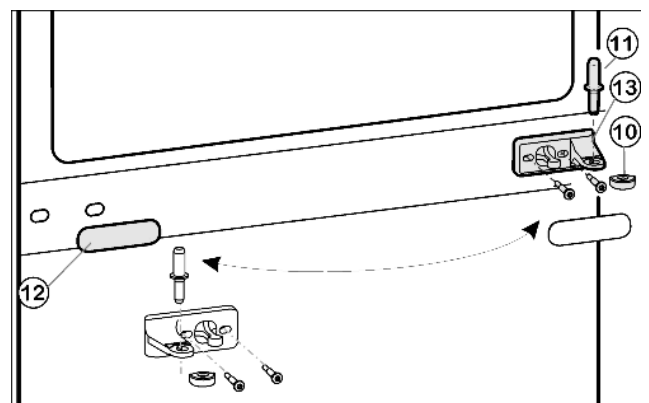
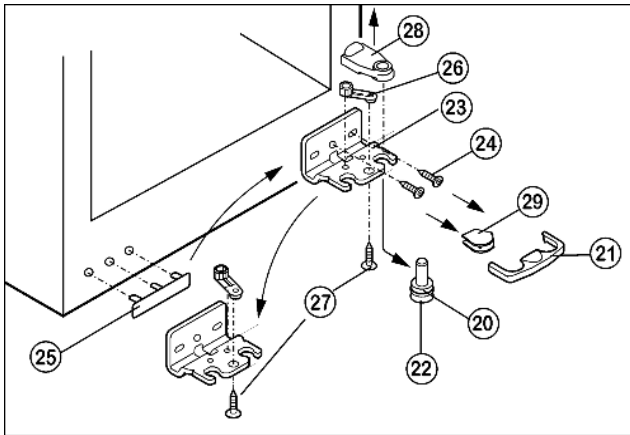

Fig. 5
Fig. 6
- ▶ Пластмассовый колпачок Fig. 5 (10) снимите.
- ▶ Вытащите из опорного кронштейна и нижней дверцы средний опорный палец Fig. 5 (11).
- ▶ Осторожно снимите накладку Fig. 5 (12).
- ▶ Открутите средний опорный кронштейн Fig. 5 (13) и переставьте его с поворотом на 180° на новую сторону шарнира.
- ▶ Снова защелкните накладку Fig. 5 (12) на стороне, где теперь будет ручка.
- ▶ Нижнюю крышку Fig. 6 (21) снимите движением вперед.
- ▶ Нижнюю крышку Fig. 6 (29) снимите.*
- ▶ Снимите крышку Fig. 6 (28) вверх.*
- ▶ Полностью вверните регулируемую опору Fig. 6 (22).
- ▶ Вытяните опорный палец Fig. 6 (22) вниз и вперед. При этом следите за гнездом шарнира Fig. 6 (20).
- ▶ Открутите опорный кронштейн Fig. 6 (23) (2 шт. Torx 25) Fig. 6 (24).
- ▶ Открутите опорную деталь Fig. 6 (26) (1 Torx 25) Fig. 6 (27) и, переставив в отверстие на противоположной стороне опорного кронштейна, снова прикрутите.
- ▶ Осторожно приподнимите и переставьте крышку Fig. 6 (25) со стороны ручки.
- ▶ Снова прикрутите опорный кронштейн Fig. 6 (23) на новой стороне шарнира, при необходимости с помощью аккумуляторного шуруповерта через внешний продольный паз и круглое отверстие.
- ▶ Снова слегка наклоните устройство назад и переставьте опорный палец Fig. 6 (22).
- ▶ Установите нижнюю дверцу сверху на нижний опорный палец Fig. 6 (22).
- ▶ Снова наденьте пластмассовый колпачок Fig. 5 (10) с поворотом на 180° на средний опорный кронштейн Fig. 5 (13).
- ▶ Вставьте средний опорный палец Fig. 5 (11) на новой стороне шарнира через средний опорный кронштейн Fig. 5 (13) в нижнюю дверцу.
- ▶ Установите верхнюю дверцу на средний опорный палец Fig. 5 (11).
- ▶ При необходимости выровняйте дверцы через два продольных паза в нижнем опорном кронштейне Fig. 6 (23) и среднем опорном кронштейне Fig. 5 (13) параллельно корпусу устройства, затем затяните винты.
- ▶ Снова защелкните крышку Fig. 6 (21) на опорной подставке снизу.